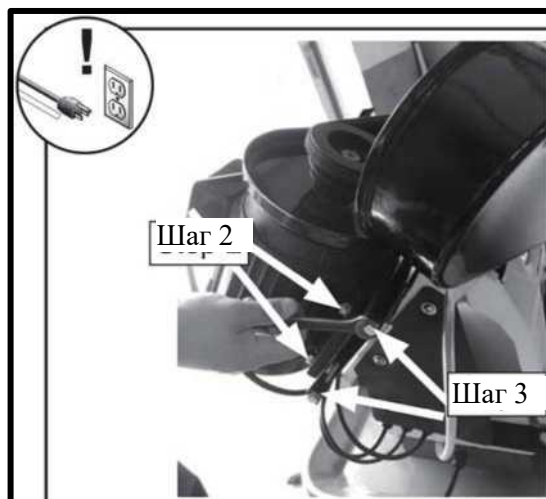

Рисунок 6. Расположение шестигранных болтов натяжения клинового ремня.
2. Ослабьте два болта с шестигранной головкой на монтажном кронштейне двигателя (см. Рисунок 6).
3. Чтобы ослабить ремень отрегулируйте два болта с шестигранной головкой на монтажной пластине двигателя (см. Рисунок 6).